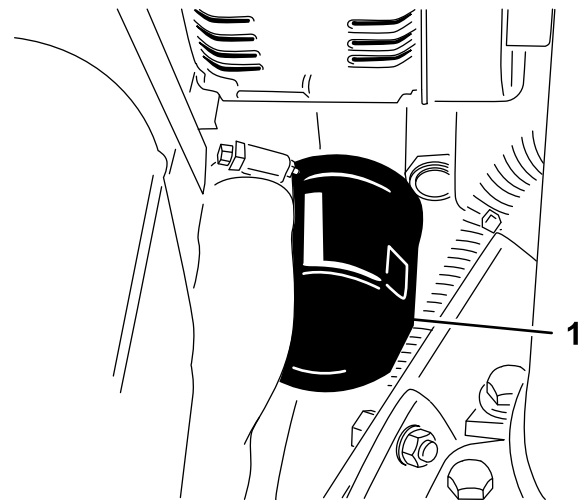

Bild 53
3. Entfernen Sie den Ölfilter (Bild 53).